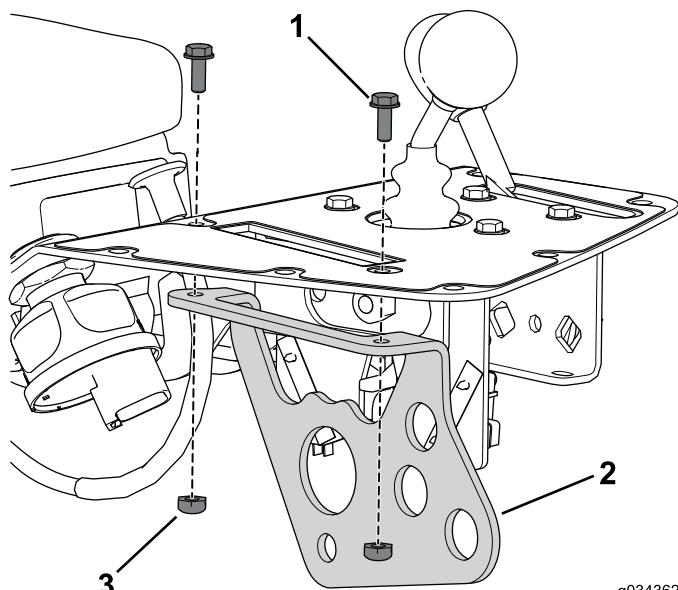

**Рисунок 8**
6. Снимите ручку с рычага управления навесными орудиями (Рисунок 8).
7. Снимите болт и гайку, которые крепят узел рычага управления навесными орудиями к кронштейну этого рычага (Рисунок 8).